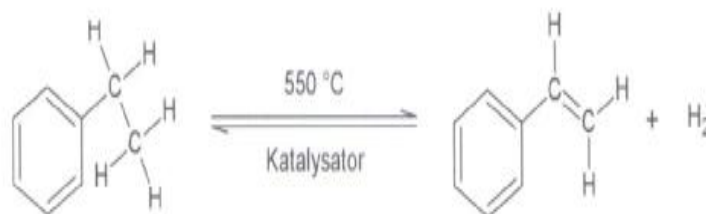

Abb. 1: Katalytische Dehydrierung von Ethylbenzol zu Styrol
- 1 Styrol wird aus Ethylbenzol mithilfe der folgenden Gleichgewichtsreaktion (Abb. 1) in der Gasphase an einem Eisenoxid-Aluminiumoxid Katalysator in einem chemischen Reaktor gewonnen: